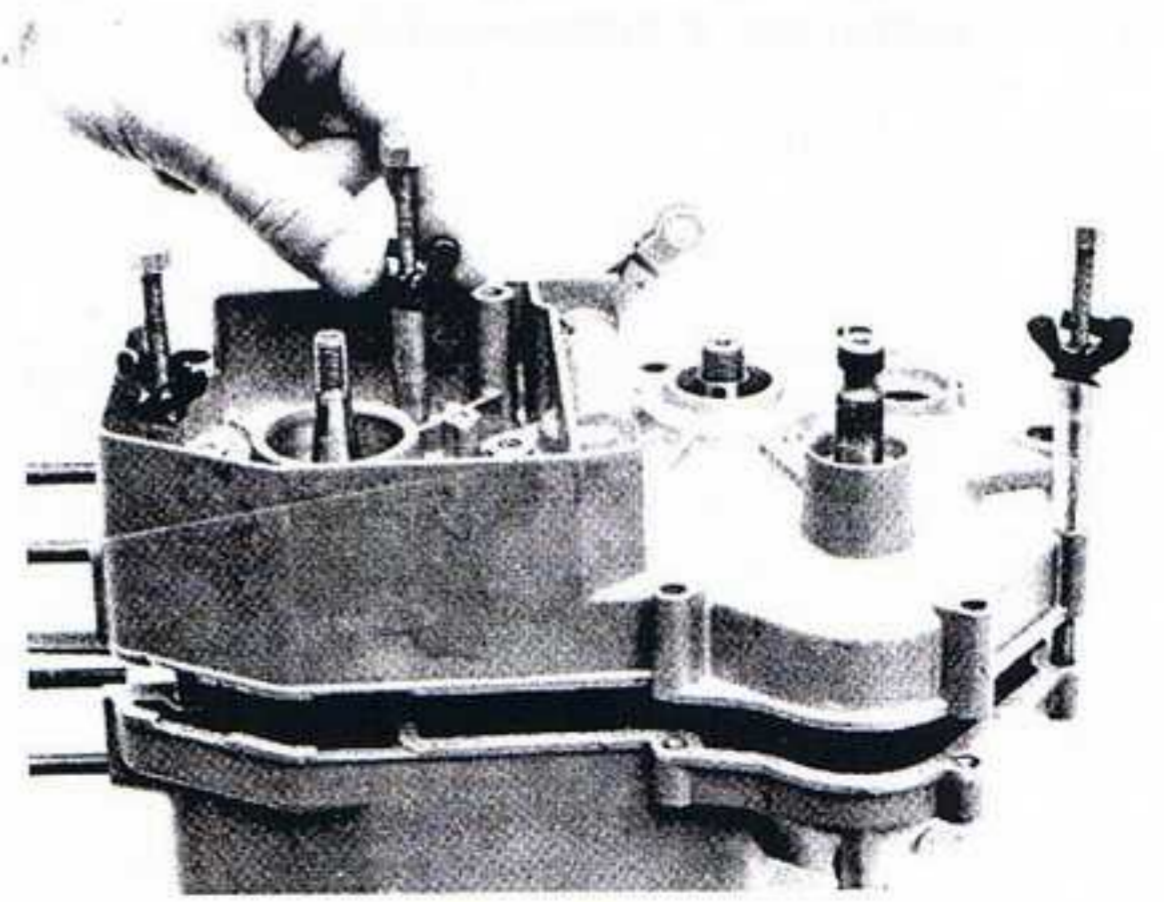

fig. 46
- NOTA - Pour faciliter l'assemblage des demi-carters, utiliser des tiges filetées sur lesquelles seront vissés des écrous papillon. De ce fait, la descente équilibrée du demi-carter est possible, (fig.46).